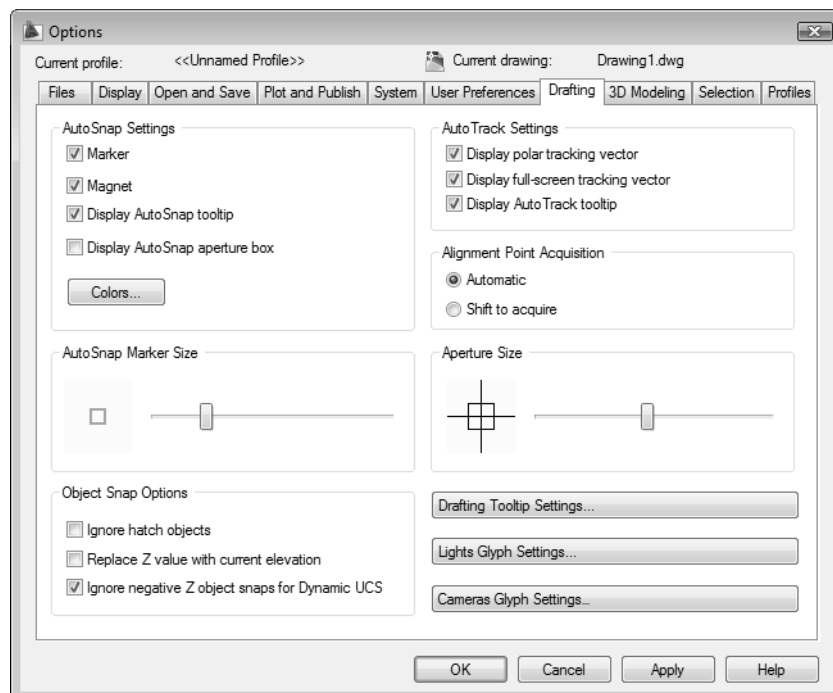

Рис. 5.50. Вкладка Drafting диалогового окна Options
3. Не щелкая на кнопке **OK**, щелкните на кнопке **Options** (Настройка), которая находится в левом нижнем углу окна **Drafting Settings** (Режимы рисования). В открывшемся окне **Options** перейдите, если нужно, на вкладку **Drafting** (Построения) (рис. 5.50). Если хотите, можете, щелкнув на кнопке **Colors** (Цвет), из раскрывающегося диалогового окна **Drawing Windows colors** (Цветовая гамма окна чертежа) выбрать другой цвет маркера привязки, а с помощью бегунка **AutoSnap Marker Size** (Размер маркера автопривязки) изменить размер этого маркера (впрочем, в подавляющем большинстве случаев во внесении подобных изменений нет особой необходимости). Убедитесь в том, что флажки **Marker** (Маркер), **Magnet** (Магнит) и **Display AutoSnap tooltip** (Всплывающие подсказки автопривязки) установлены, а флажок **Display AutoSnap aperture box** (Прицел автопривязки) сброшен, а затем щелкните на кнопке **OK** для возврата в диалоговое окно **Drafting Settings** (Режимы рисования).